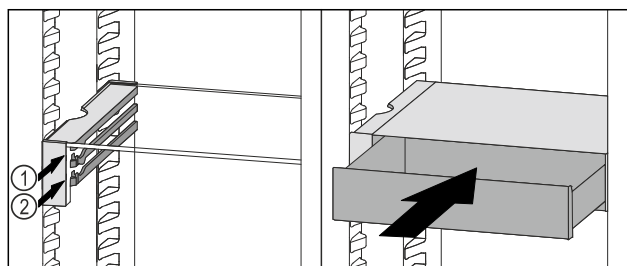

Fig. 80
- ▶ Predal VarioSafe namestite za zaustavljalnimi elementi na zeleni nastavek Fig. 80 (1) ali Fig. 80 (2).